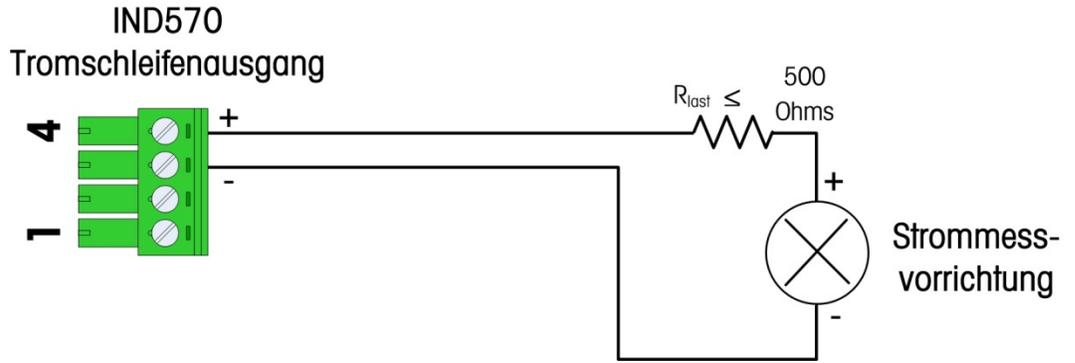

Abbildung 1-4: Typischer Stromschleifenanschluss
- Überprüfen Sie die ordnungsgemäße Verdrahtung entsprechend Abbildung 1-4.